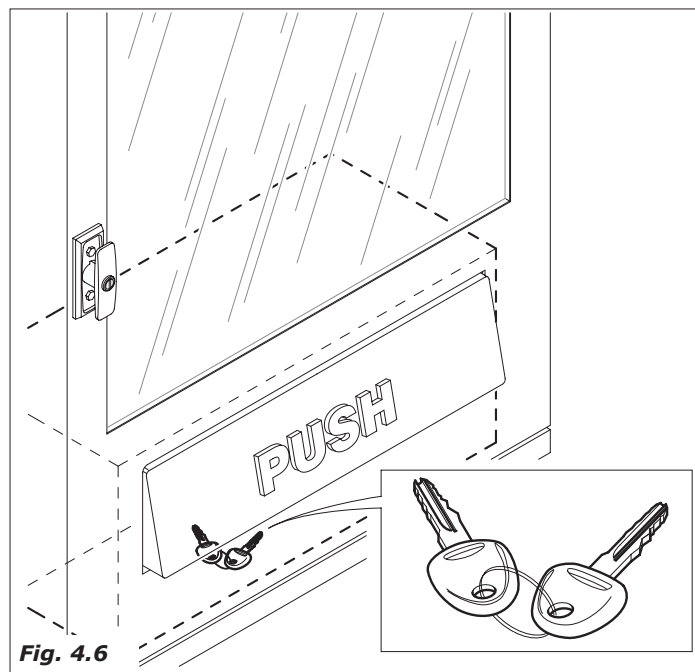

Fig. 4.6
- tirar a chave da zona distribuição (Fig.4.6)